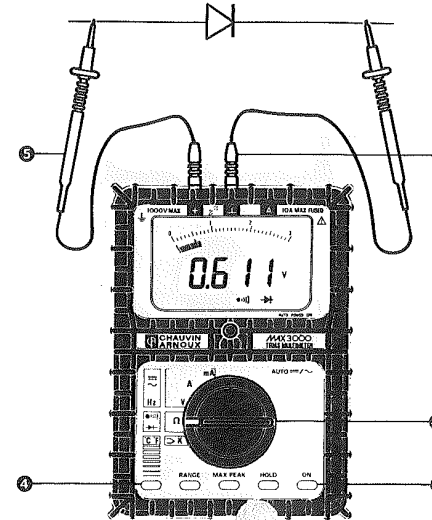

Fig. 7
- 5 Effectuer le test de diode comme indiqué ci-contre (Fig. 7). Si le buzzer est actionné, il indique que la diode est court-circuitée et donc qu'elle n'est pas bonne. Dans le même cas, mais si la diode est coupée, la chute de tension à ses bornes est supérieure à 3V et l'affichage va indiquer un dépassement de calibre " OL ".